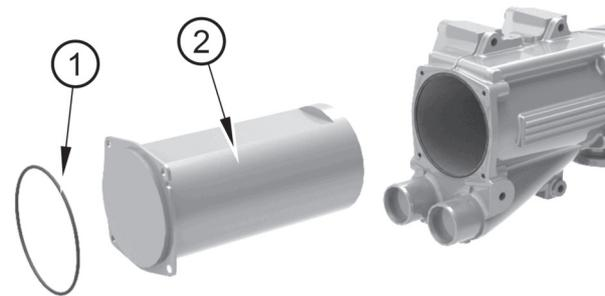

Abbildung 21
1. Entfernen Sie die O-Ring-Dichtung (Abbildung 21, Nummer 1) und das Rohrbündel (Nummer 2).